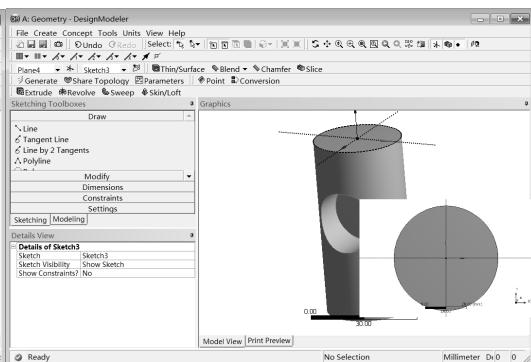

图 2-56 草绘 1
Step5：选择模型的上端面，然后在工具栏中单击  按钮，再单击 Sketching 选项卡，切换到草绘状态，如图 2-56 所示。